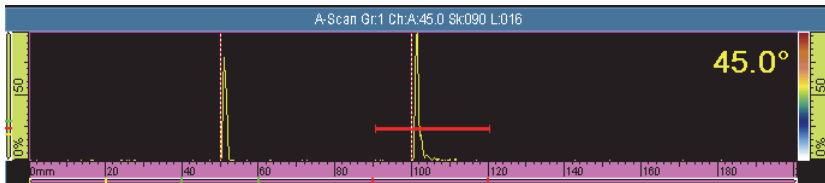

Рис. 5-4 Установка строба на втором сигнале
- a) Задайте значения **Начало** и **Ширина** для установки строба А на втором сигнале, таким же образом, как для первого сигнала (см. Рис. 5-4 на стр. 134).